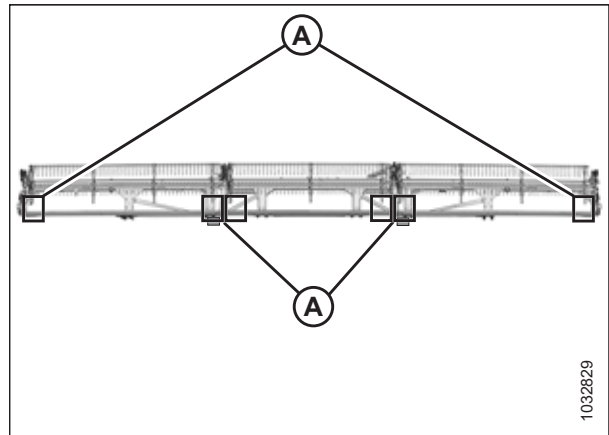

Figura 5.274: Ubicaciones de medición FlexDraper®: molinete triple
- Figura 5.274, página 586: molinete triple